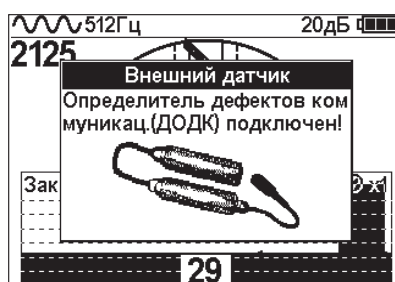

Рис.11.1
- Подключить к приемнику датчик контроля качества изоляции ДКИ-117 (рис. 11.1) или датчик-определитель дефектов коммуникации ДОДК-117 (рис. 11.2).